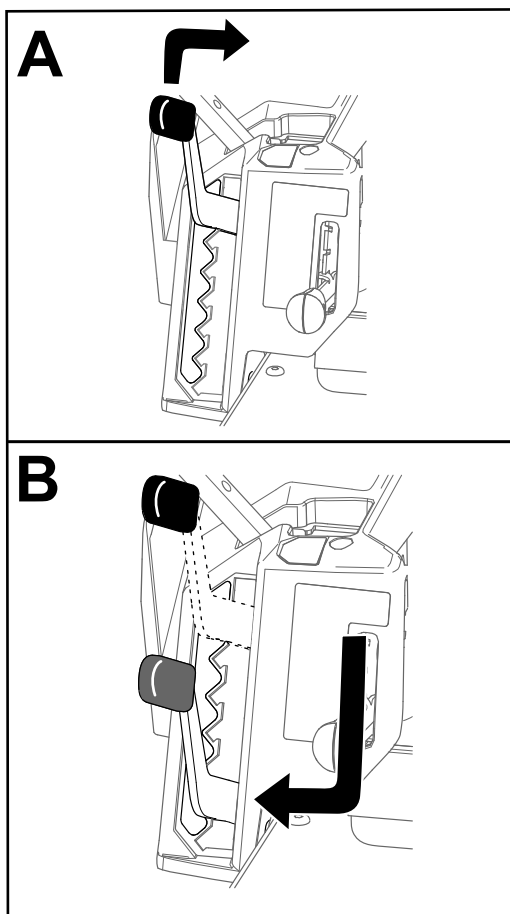

Figure 25
**Remarque:** La position de transport est la position de hauteur de coupe la plus élevée (114 mm [4½ po]), comme montré à la Figure 25.
Vous pouvez régler la hauteur de coupe de 38 à 114 mm (1½ à 4½ po) par paliers de 13 mm (½ po). La hauteur de coupe est réglée par le levier situé à droite de la position d'utilisation (Figure 25).